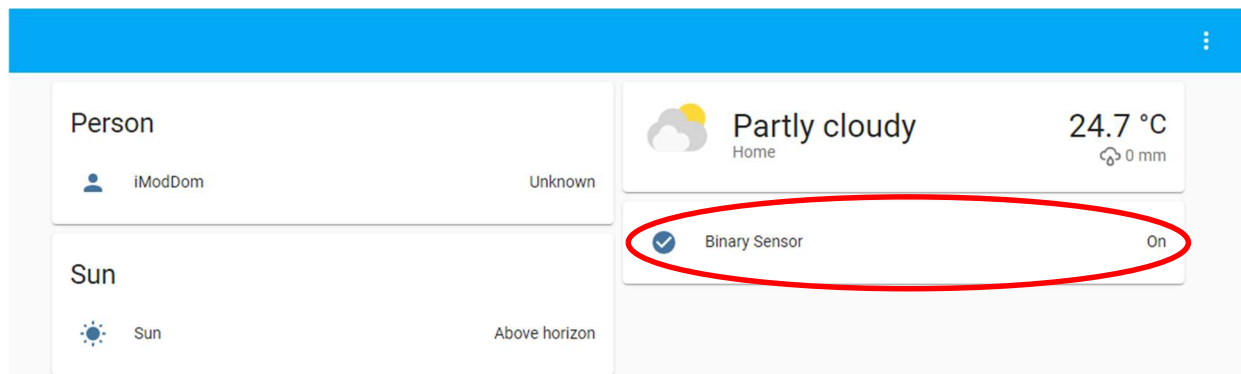

Figura 11 - Botão Acionado
9. Verifique que ao clicar no botão o estado do sensor binário no *Home Assistant* altera (Figura 11).